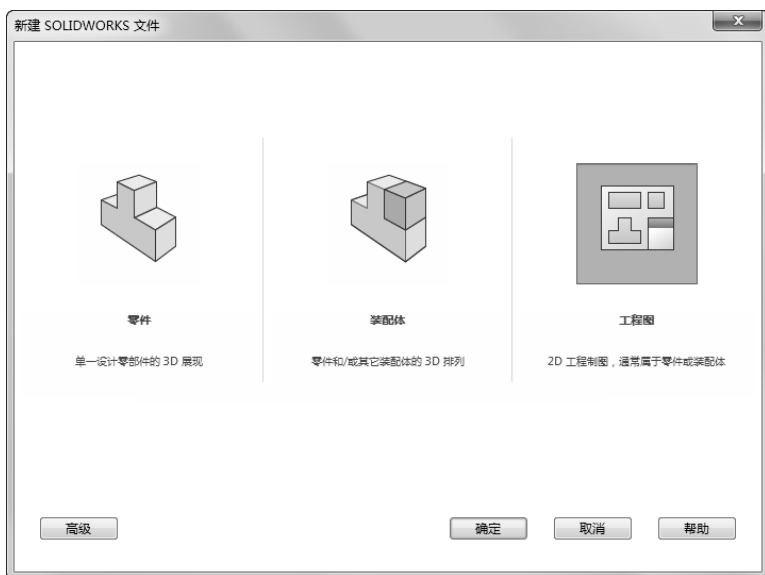

图 12-1 “新建 SOLIDWORKS 文件”对话框
2) 在弹出的“新建 SOLIDWORKS 文件”对话框的“模板”选项卡中单击“工程图”按钮，如图 12-1 所示。